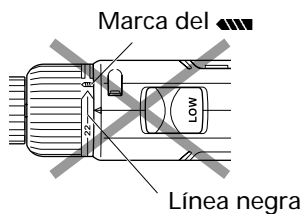

Fig. 10
- No utilice la unidad con la tapa ajustada en la línea negra, entre el número "22" y la marca de taladro "▲". Esto podría producir daños. (Consulte la Fig.10).